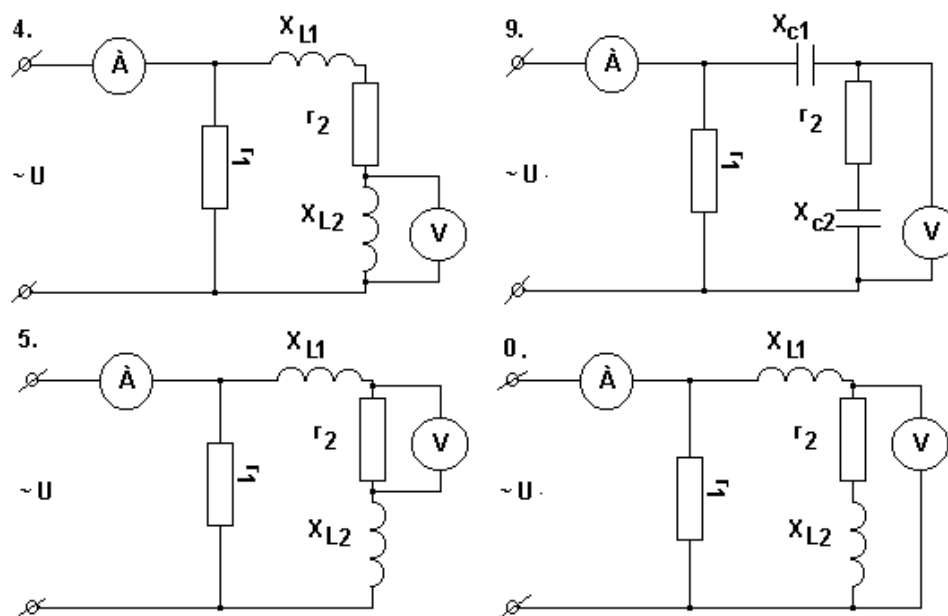

Рис. 2. Варианты расчётных схем разветвлённого и смешанного соединения
**Задача 1- 8.** Напряжение на зажимах цепи (рис. 2), изменяется по синусоидальному закону и определяется выражением  $u = U_m \sin(\omega t + \varphi)$ . Амплитудное значение  $U_m$  и начальная фаза  $\varphi$  напряжения, а также значения активных  $r$ , индуктивных  $X_L$  и ёмкостных  $X_c$  сопротивлений даны в табл.2.
Варианты расчётных схем представлены на рис.2.